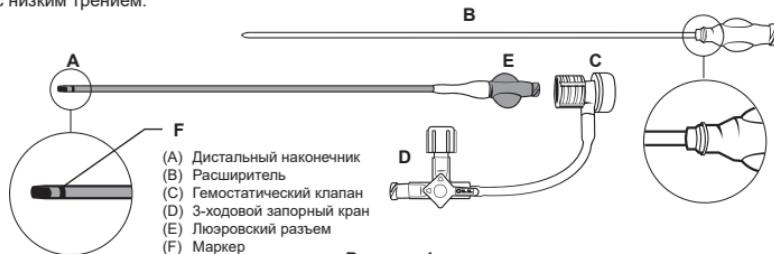
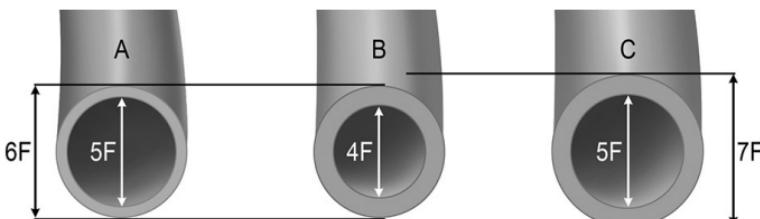

Рисунок 1
Рисунок 2. Тонкостенная конструкция (A) катетера HALO ONE™ 5F в сравнении со стандартными катетерами 4F (B) и 5F (C)
Тонкостенный проводниковый катетер HALO ONE™ состоит из тонкостенного катетера (снижение наружного диаметра на величину до 1F по сравнению со стандартными катетерами эквивалентного французского калибра), выполненного из однопротиветной трубы с оплеткой, люэровского разъема с внутренним конусом на проксимальном конце и отформованного нетравматического дистального кончика (A) (рис. 1). Тонкостенная конструкция уменьшает толщину стенки катетера для облегчения внутрисосудистого доступа, включая, среди прочих, лучевой, бедренный, подколенный, тибиональный и стопный доступ (рис. 2).